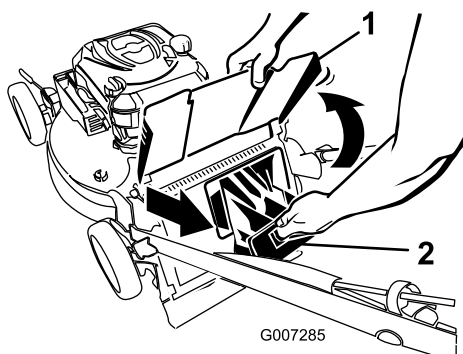

Figure 23
2. Soulevez le déflecteur d'éjection arrière et gardez-le dans cette position (Figure 23).
3. Retirez l'obturateur d'éjection arrière (Figure 23).